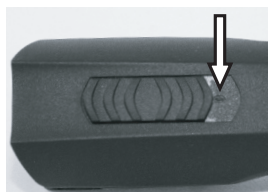

Fig. 4 Interrupteur posición DESCO. ("0")
1. Examine los contactos de la esquiladora (1) y de la batería (2) a cuerpos extraños y ensuciamientos.
2. Asegurese que el interruptor de la esquiladora está en posición DESCO ("0") (fig.4).
1. Meta el interruptor a la posición DESCO "0" (fig. 4).
2. Apriete el enclavamiento de batería (2) de los dos lados hacia el interior y retire la batería (1) de la esquiladora.